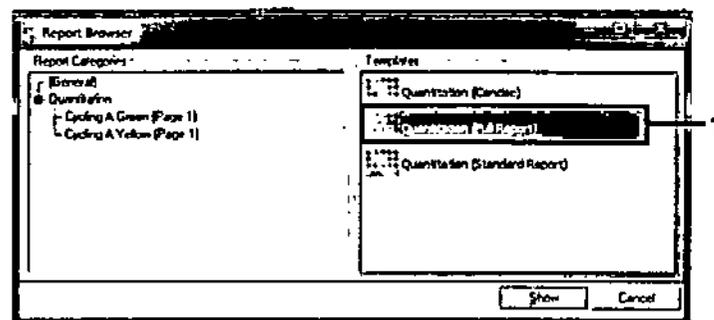

Ilustración 38. Informe de cuantificación (informe completo) (1)
- Seleccione "Quantitation (Full Report)" (Cuantificación [Informe completo]) en "Templates" (Moldes) (ilustración 38).